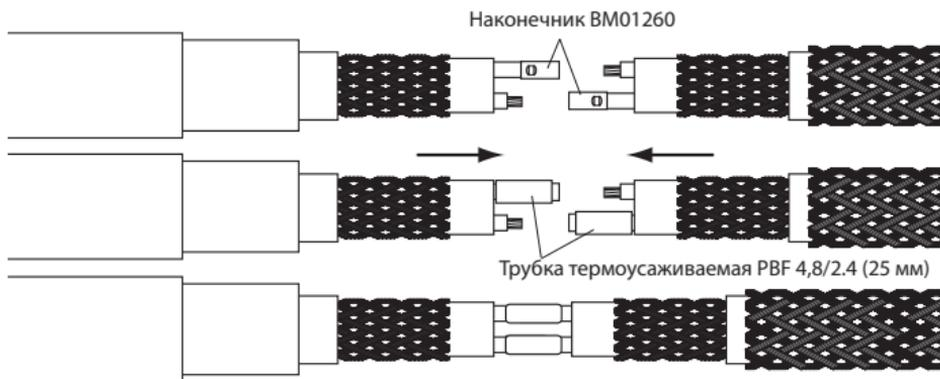

Рис. 6
5.7. Обжать при помощи ручного кримпера наконечник VM01260 на жиле большей длины на обоих соединяемых кабелях. Надвинуть на эти соединения трубки термоусаживаемые (поз. 4 состава комплекта) и завершить соединения токопроводящих жил. На место соединения сдвинуть трубки термоусаживаемые и усадить их с помощью воздушного термопистолета (рис. 6).